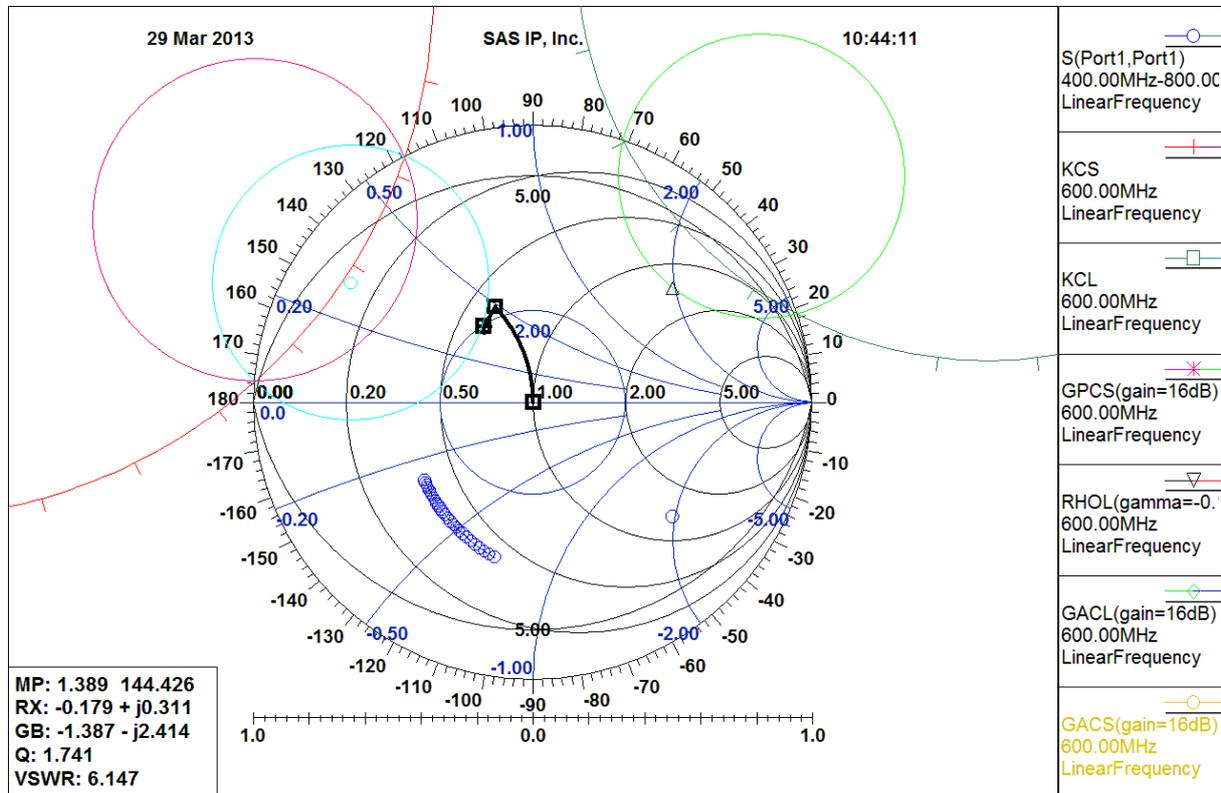

Figure 5.4 : Trajets dans l'abaque de Smith du réseau d'adaptation d'entrée
- Sélection d'une self inductance shunt: par 1 click (G) sur le bouton comportant le symbole d'une self inductance connectée à la masse.
- Sélection d'un condensateur série : par 1 click (G) sur le bouton comportant le symbole d'un condensateur non connecté à la masse.
- Avec la souris, régler le trajet correspondant dans l'abaque de Smith, jusqu'à atteindre le point P (intersection des cercles de Gain, de bruit, et de VSWR. (voir figure 5.4)